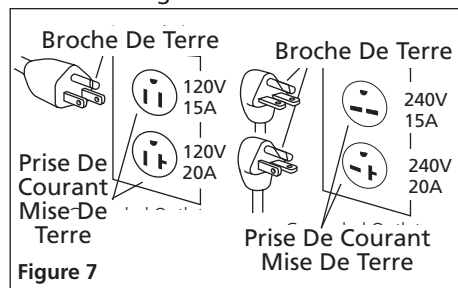

Figure 7
1. Ce produit doit être mise à la terre. Lors d'un court-circuit, la mise à la terre diminue le risque de secousse électrique en fournissant un fil d'échappement pour le courant électrique. Le modèle est équipé d'un cordon avec une broche de terre qui correspond aux types de prises de courant indiquées sur la Figure 7. Si la
1. Si la fiche sur le cordon d'alimentation du modèle vous parait étrange ou si la fiche ne correspond pas à votre prise de courant, se référer à la Figure 7 pour une explication des différentes fiches et des tensions que vous pouvez utiliser avec ces fiches.
Les moteurs à tension double peuvent être branchés pour soi 120 volts ou 240 volts. Déterminer la tension installée à l'usine pour votre compresseur en comparant la fiche sur le cordon avec les prises indiquées sur la Figure 7. Se référer au décalcomanie sur le moteur afin de changer de tension basse à tension haute.